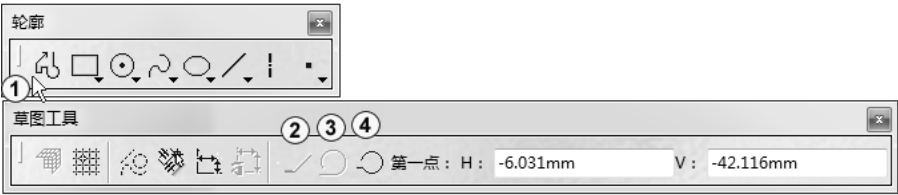

图 2-12 “轮廓”工具栏
草图绘制中的“轮廓”工具栏汇集了轮廓、矩形、圆、样条曲线、椭圆、直线、轴和点等绘图命令。其中第一项“轮廓”按钮（如图 2-12 中①所示），可以绘制由直线和圆弧等线段组成的连续折线。它有 3 个子命令，分别是“直线”、“相切弧”、“三点弧”（如图 2-12 中②~④所示）。系统默认按钮是“直线”（高亮显示），可以用鼠标单击相应的图标进行切换。